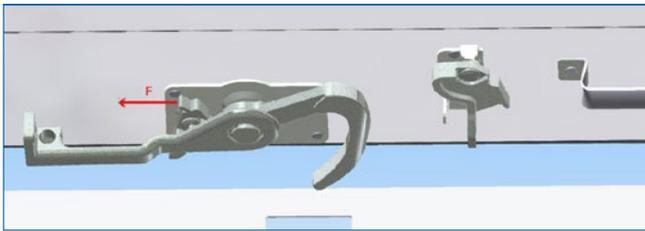
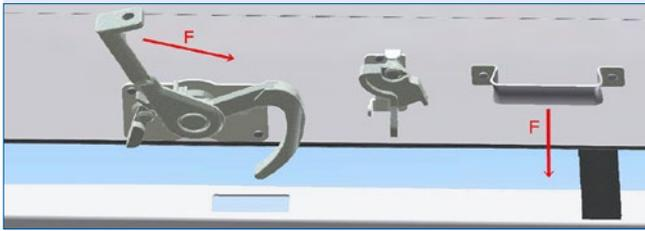

Abb. 2.6.1
Abb. 2.6.2
- Vor dem Einstellen der Federkraft, verriegeln Sie das Tor. Lösen Sie zunächst den Feststellstift der Verriegelungsgabel (Abb. 2.6.1) und drehen diese bis der Haken über der Schließöffnung steht. Drücken Sie mit dem Haltegriff das Rolltor nach unten (Abb. 2.6.2).